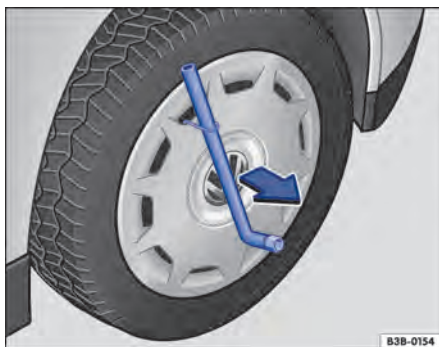

Fig. 240 Retirar a calota integral.
- Passar a chave de roda pelo gancho → Fig. 240 e puxar a calota para fora no sentido da seta. ➤